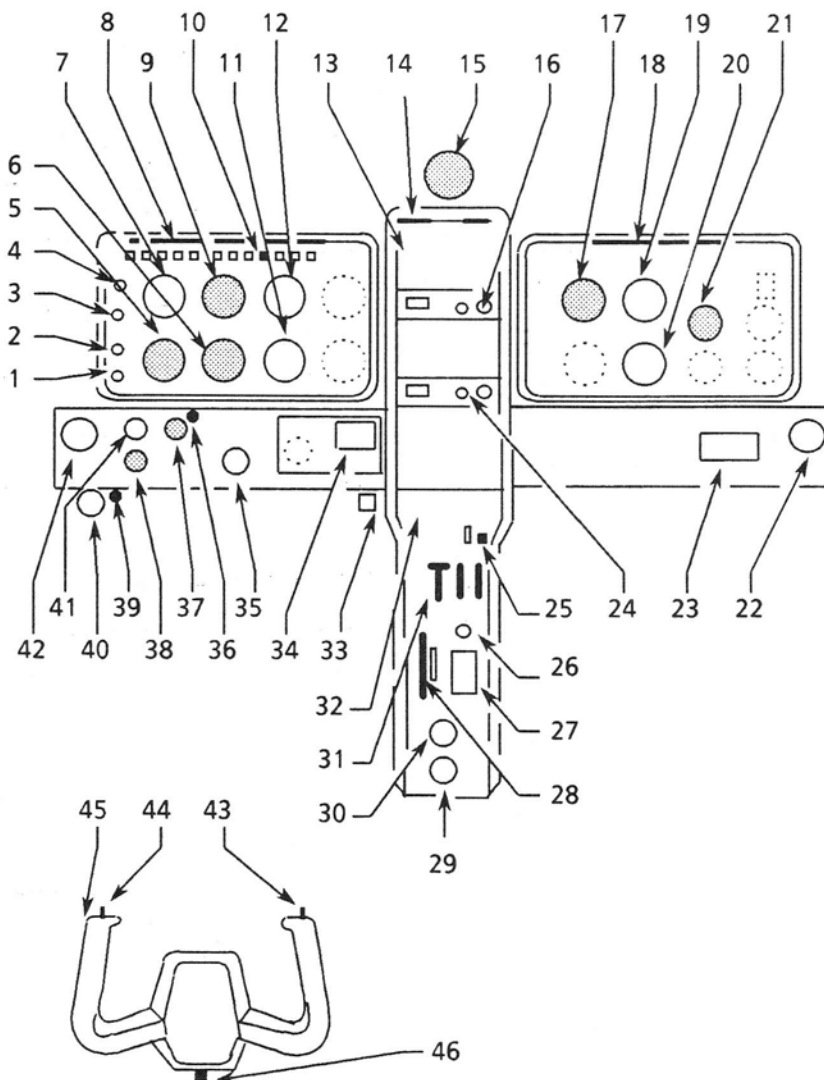

Abb. 9.2.3 - BEISPIEL EINES "VFR"-INSTRUMENTENBRETTS
- Siehe Abbildung 9.2.3.
- Vordere Deckenleuchten werden durch Drehen der Spotlampe betätigt, und durch "Not"-Regelwiderstand geregelt. Siehe Abbildung 9.2.3.